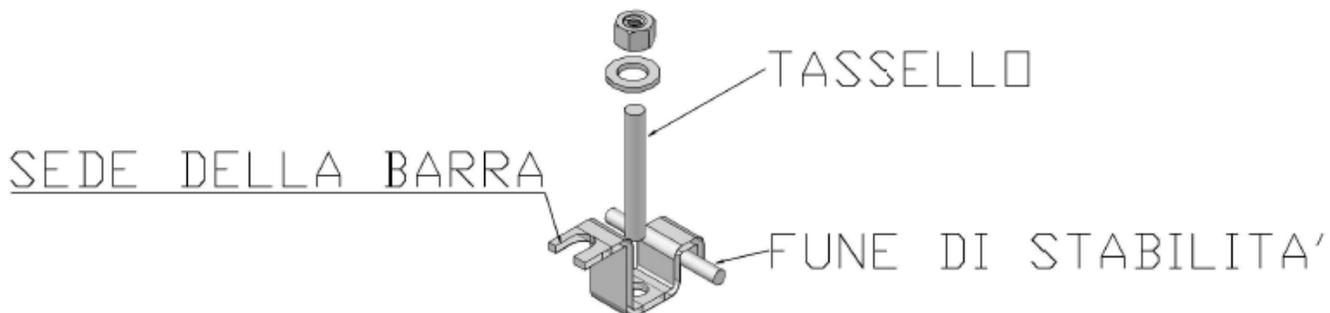

Figura 14
**Attenzione:** Assicurarsi che la Fune di Stabilità passi sopra ogni prolunga ad eccezione del cavalletto con il Gancio di Rinvio dove la Fune di Stabilità deve passare sotto il Gancio di Rinvio.(Figura 14)